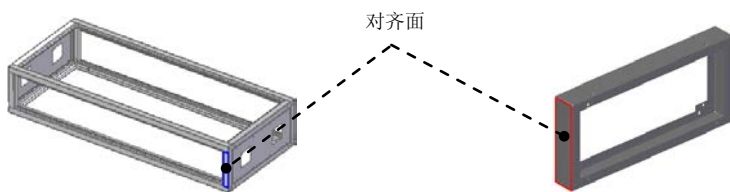

图 8.13.344 对齐面
(3) 单击“相关”区域中的命令, 选取图 8.13.344 所示的两个钣金件上要配合的面。